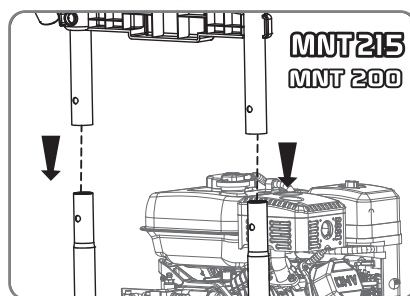

Fig.1
A. INSTALLER LA POIGNÉE (Voir fig. 1 et 1bis)
Fig.1 bis